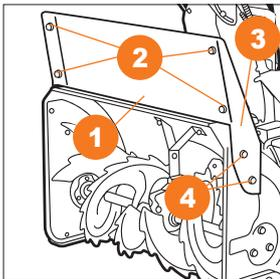

Рис. 22
Снегоуборочные машины **DAST 1590** оборудованы системой обрушения сугробов, используйте ее когда высота снежного покрова превышает 50 см. Присоедините боковые кронштейны ③ к корпусу ковша и зафиксируйте их крепежом ④. На кронштейны установите обрушитель сугробов ① и зафиксируйте его крепежом ② (Рис. 22).